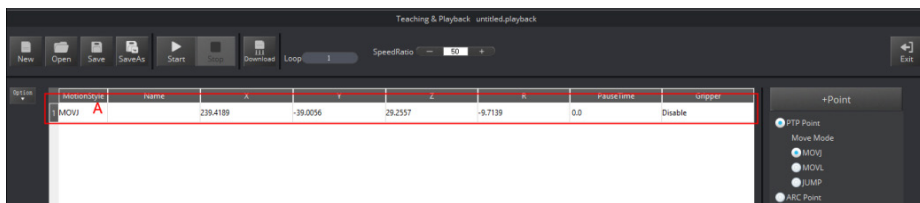

Figura 19: Coordenada cartesiana do ponto A
3.3 Pressione e segure o botão de destravar no Antebraço para movimentar o braço robótico até uma posição, como o ponto A, e solte o botão. Nesse caso, o DobotStudio salvará a coordenada cartesiana do ponto A, como mostrado na Figura 19.